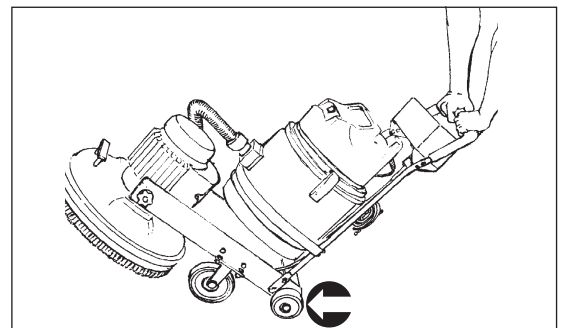

Figura 14
- Rimuovere il piede dalla fascetta di ribaltamento e continuare a spingere la maniglia verso il basso fino a portarla all'altezza della maniglia e delle ruote di ribaltamento. Vedere la Figura 14.